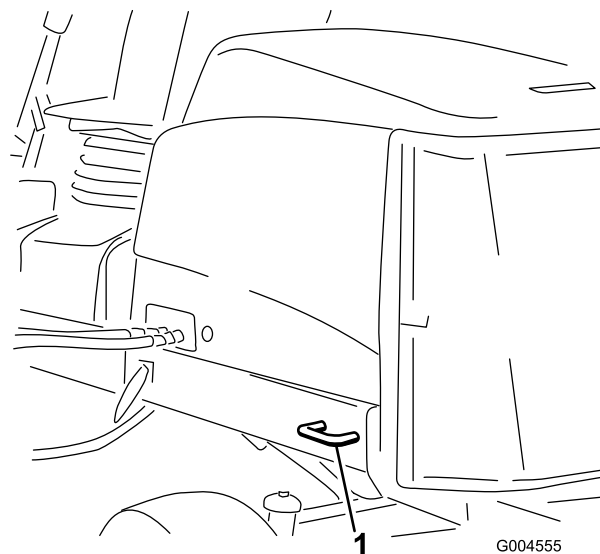

Figura 61
- **Traseira da máquina** – cada lado da máquina na estrutura traseira (Figura 61).